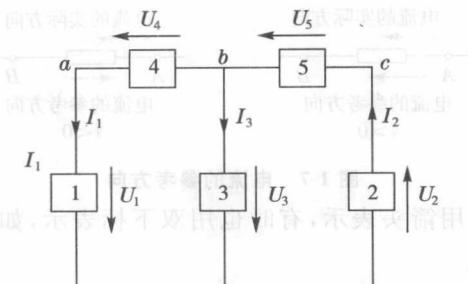

图 1-10 例 1-2 图
**例 1-2** 在图 1-10 中,五个元件代表了电源或负载电阻,图中标出了电流和电压的参考方向。已知  $U_1=100V$ ,  $U_2=-70V$ ,  $U_3=60V$ ,  $U_4=-40V$ ,  $U_5=10V$ ,  $I_1=-4A$ ,  $I_2=-2A$ ,  $I_3=6A$ 。试指出各电流的实际方向和电压的实际极性。